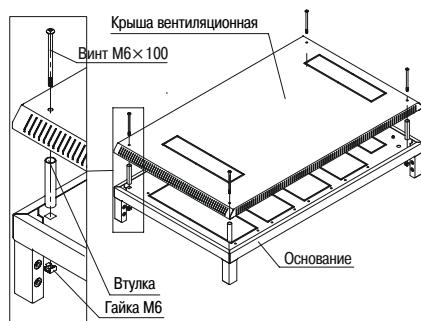
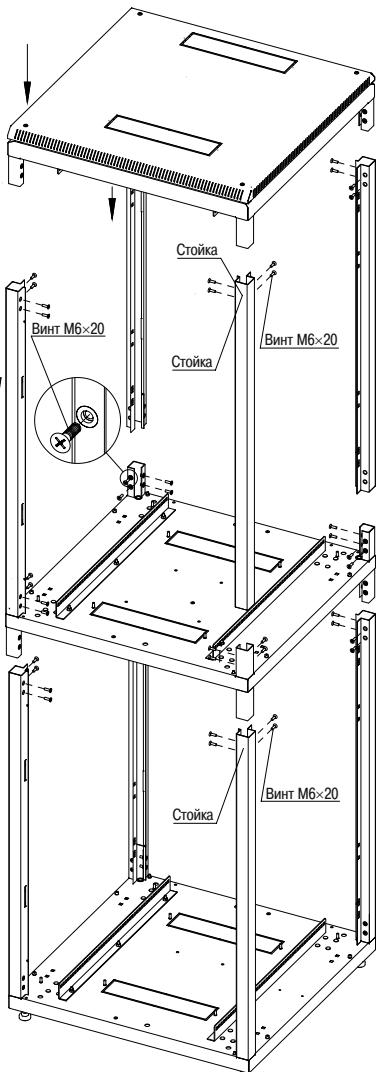

Рисунок 2 – Верхнее основание
Рисунок 5 – Установка «основания-крыши»
4.2.2 Соедините и закрепите верхнее основание с крышей вентиляционной с помощью винтов M6×100 и втулок, для этого в начале установите закладные гайки M6 на верхнем основании, затем вкрутите винты M6×100 в гайку M6 через втулку (рисунок 2).
4.2.5 Вставьте в установленные стойки основание верхнего сектора. Повторите 4.2.3 и установите собранный узел «основание-крыша» (рисунок 2), закрепите винтами (рисунок 5).